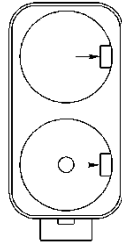

Рисунок 3.
3.4.2. Новые элементы питания (2 шт.) типоразмера D необходимо установить в отсек батарейный 16 (см. рис. 9), в соответствии с полярностью, указанной на внутренней стороне крышки отсека. Для открытия крышки батарейного отсека необходимо повернуть ручку крышки в положение «ON». Для выемки разряженных элементов питания необходимо отогнуть удерживающие прижимы (показано стрелками на рис. 3).